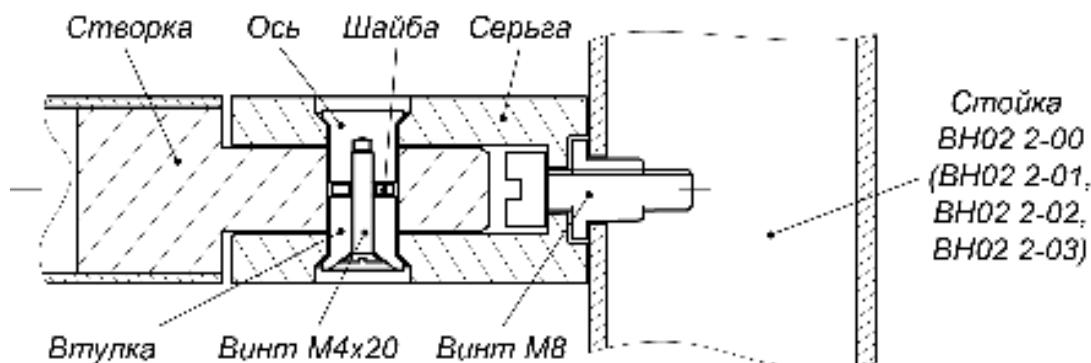

Рисунок 15. Крепление шарниров к опорной стойке поворотной секции ограждения
3. На опорной стойке **BH02 2-00(01,02,03)**, к которой будет крепится поворотная створка, двумя винтами M8 закрепите две серьги шарниров (рис. 15).
4. Установите на установочной поверхности и закрепите болтами M10 опорную стойку. Усилие затяжки – предварительное. Соберите шарнирные узлы и установите створку на опорной стойке, как показано на рис. 15.
3. На стойках ограждения винтами M8 закрепите по две серьги шарниров створки (рис. 15).
4. Установите стойки на установочной поверхности и закрепите их болтами M10. усилие затяжки – предварительное Соберите шарнирные узлы и установите створки на стойках, как показано на рис. 15.
4. Закрепите на опорной стойке **BH02 2-00(01,02,03)**, к которой будет крепится поворотная створка, двумя винтами M8 две серьги шарниров, как показано на рис. 15.
5. Установите стойку на установочной поверхности и закрепите ее анкерными болтами M10. Усилие затяжки – предварительное. Соберите шарнирные узлы и установите створку на опорной стойке, как показано на рис. 15.